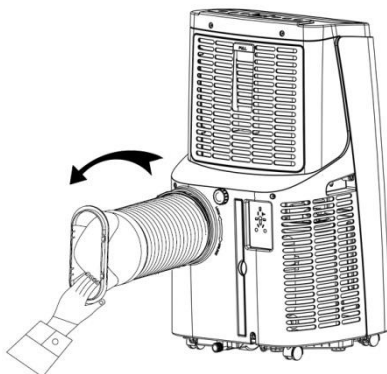

Рис. 2
1.1 Установка вытяжного шланга (см. рис. 2)
- 2) Вставьте соединительный элемент вытяжного шланга (конец патрубка) в вентиляционное отверстие на задней части корпуса прибора. Накрутите вытяжной шланг против часовой стрелки (как показано на рис. 2).